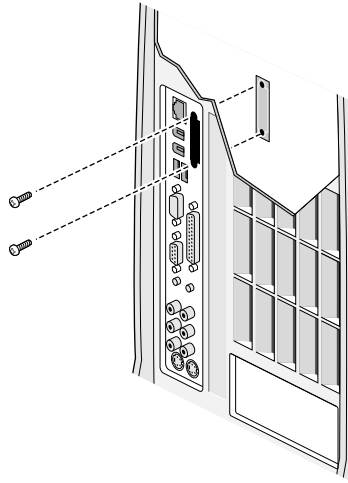

Abbildung 5-14 Einsetzen der Abdeckblende
11. Wenn Sie keine neue Karte einsetzen, drücken Sie die Abdeckblende im Gehäuse gegen die E/A-Öffnung und halten Sie sie dort fest. Siehe Abbildung 5-14. Wenn Sie eine andere Karte einsetzen möchten, schlagen Sie unter „Installieren der Erweiterungskarte für den Flachbildschirm“ auf Seite 87 nach.